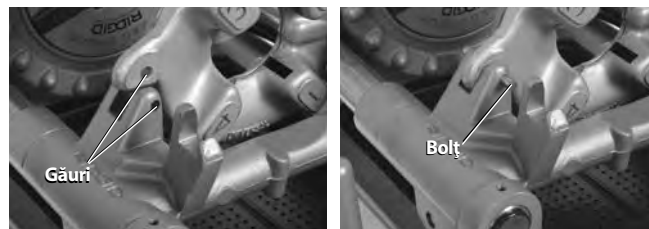

Figura 26 – Fixarea în poziție a capului-filieră LH (ST)
2. Așezați un știft $\frac{5}{16}$ " de lungime 2" prin găurile din suportul căruciorului și capul-filieră stânga pentru a îl reține în poziție (vezi Figura 26).